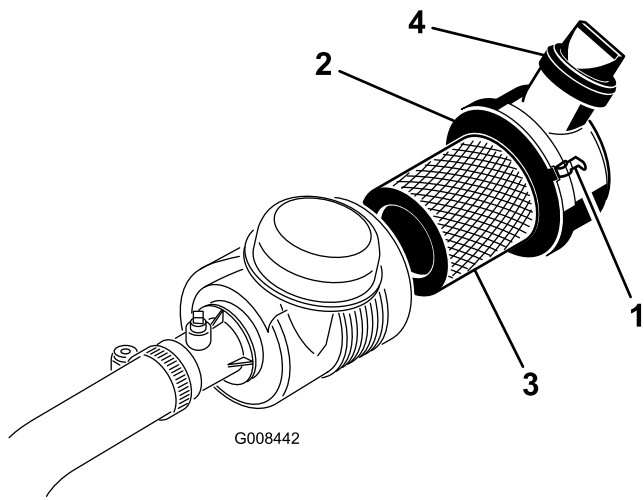

Рисунок 30
1. Отпустите защелки, фиксирующие крышку воздухоочистителя на его корпусе (Рисунок 30).
7. Убедитесь, что защелки надежно фиксируют крышку на корпусе (Рисунок 30).